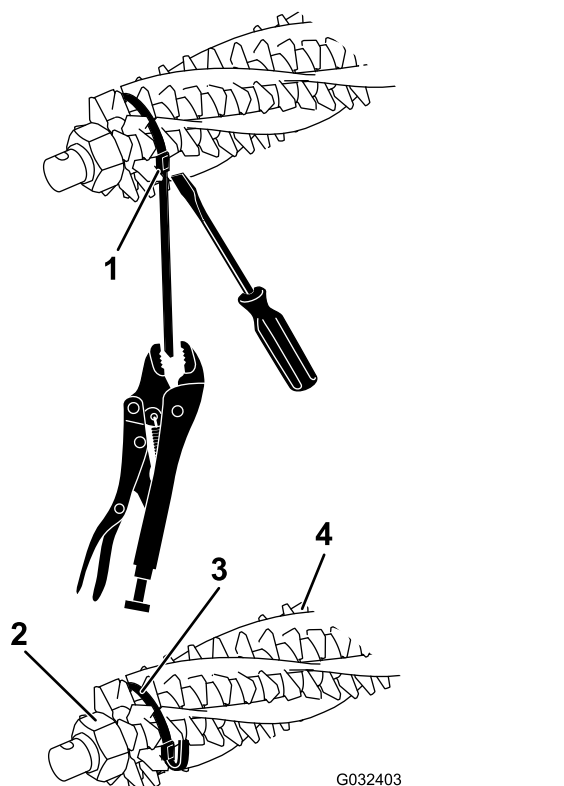
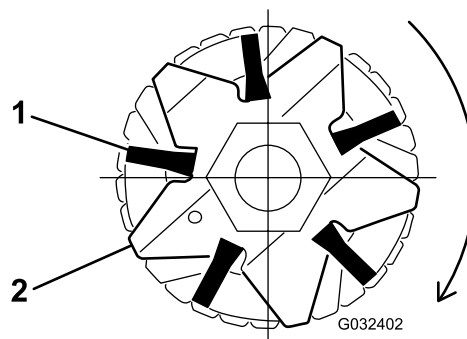

Figura 19
Figura 21
2. Allentate i dadi di fissaggio della lama del groomer su ciascun'estremità dell'albero del groomer (Figura 19).
4. Verificate che le spazzole siano alloggiare nelle scanalature della lama del groomer (Figura 19 e Figura 21).
5. Avvolgete le cinghie, senza serrare, come mostrato in Figura 19, attorno alle spazzole e all'albero del cilindro del groomer inserendo le cinghie nelle scanalature delle spazzole Figura 21.
Nota: In caso di errato alloggiamento delle spazzole nelle scanalature della lama, allentate i dadi di fissaggio della lama del groomer a ogni estremità dell'albero, posizionate correttamente le spazzole nelle scanalature della lama e serrate i dadi di fissaggio della lama del groomer (Figura 19).
7. Spingendo un cacciavite contro la fibbia della cinghia, afferrate ogni cinghia con le pinze e tiratela saldamente fino a quando non si blocca nelle scanalature della spazzola (Figura 19).